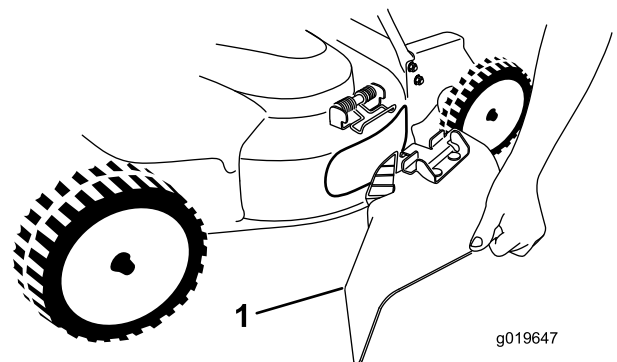

Bild 26
5. Ziehen Sie die Feder nach oben, um den Seitenauswurfkanal (**Bild 26**) zu befestigen. Setzen Sie den Kanal auf die Öffnung und senken die Feder über die Nasen oben am Auswurfkanal ab.